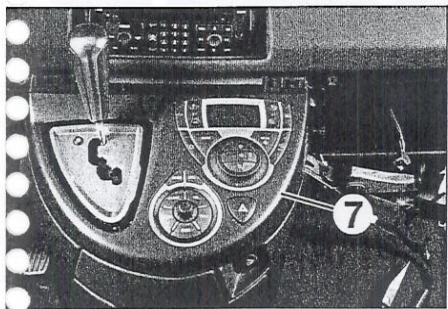

FIGURA 9-13
- Desengrapar la parte superior de la consola central (7) (figura 9-13).